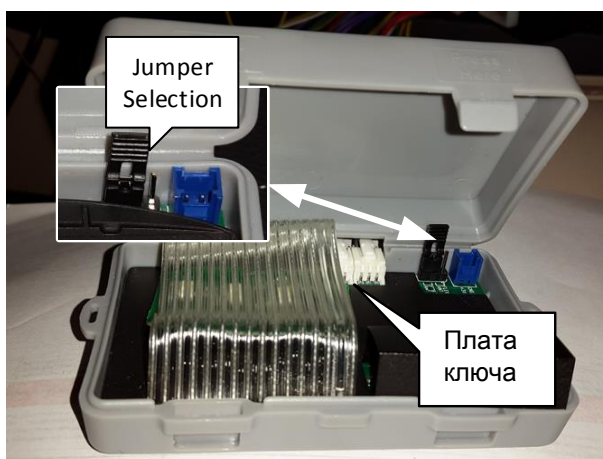

Рис. 22. Расположение платы чип ключа в обходчике.
2. Поместить плату в обходчик иммобилайзера Carmega BIS-140 так, чтобы нити передающей антенны ключа и встроенной в обходчик РСВ антенны были параллельны и находились друг напротив друга, как показано на рис. 22 (РСВ антенна на рис. 22 находится под платой ключа, и не видна). С помощью перемычки на плате «Jumper Selection», см. рис. 22, выбрать встроенную РСВ антенну.